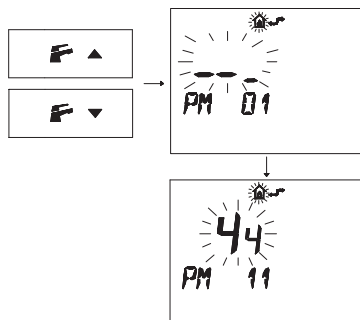

Figura 5.62
- Premere i pulsanti **F** ▼ o **F** ▲ per visualizzare la programmazione "PM11" della postcircolazione pompa (Figura 5.62).